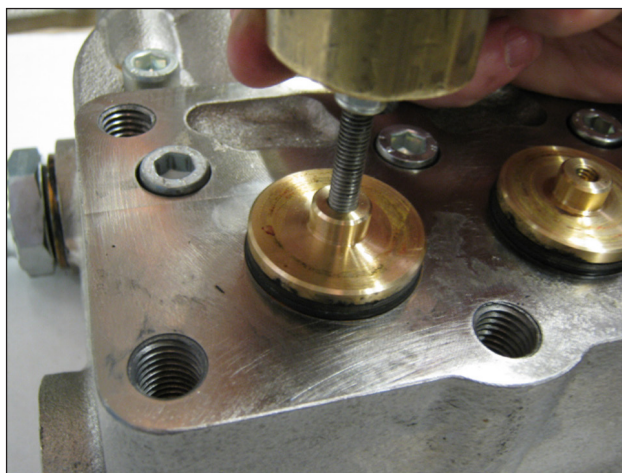

Рис. 17
- пробки клапанов всасывания и нагнетания насосов КТ24-26-28-30-32 - КТР-28-32 - WK155-WK6 (Рис. 17);